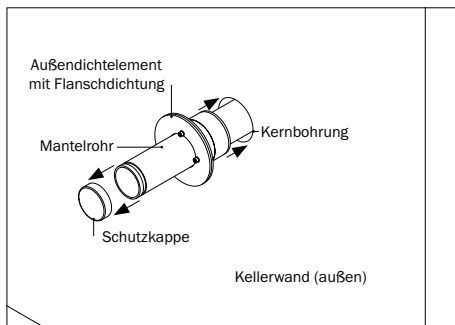

Abbildung 5.5: Schutzkappe entfernen und **Außendichteelement mit Flanschdichtung** über das Mantelrohr in die Kernbohrung schieben
- Schieben Sie das **Außendichteelement** außenseitig über das Mantelrohr bis in die Kernbohrung, sodass dieses bündig mit der Kellerwand abschließt und nur noch die Schrauben des Außendichteelements hervorstehen (s. Abbildung 5.5).
- **Außendichteelement mit Flanschdichtung:** Schieben Sie das **Außendichteelement** außenseitig mit dem Dichteelement voran über das Mantelrohr bis in die Kernbohrung, sodass der Flansch des Außendichteelements an der Kellerwand liegt (s. Abbildung 5.5).